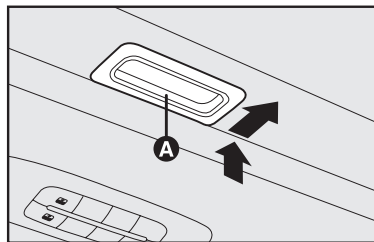

fig. 89
- actúe en el asidero **A-fig. 89** en la posición de cerrar;